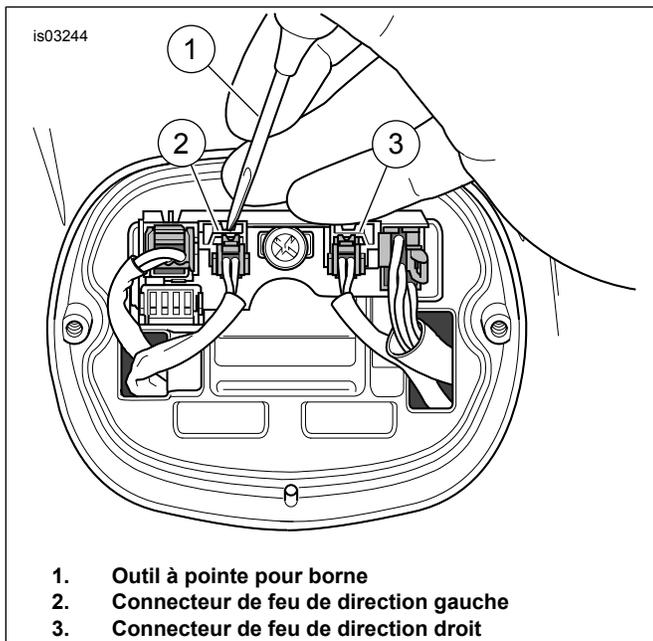

Figure 3. Retirer les connecteurs de feu de direction
4. Voir Figure 3. À l'aide d'un outil à pointe pour borne (1), appuyer sur les languettes de verrouillage et déconnecter les connecteurs de feu de direction (2 emplacements) (2, 3) de la carte de circuit.